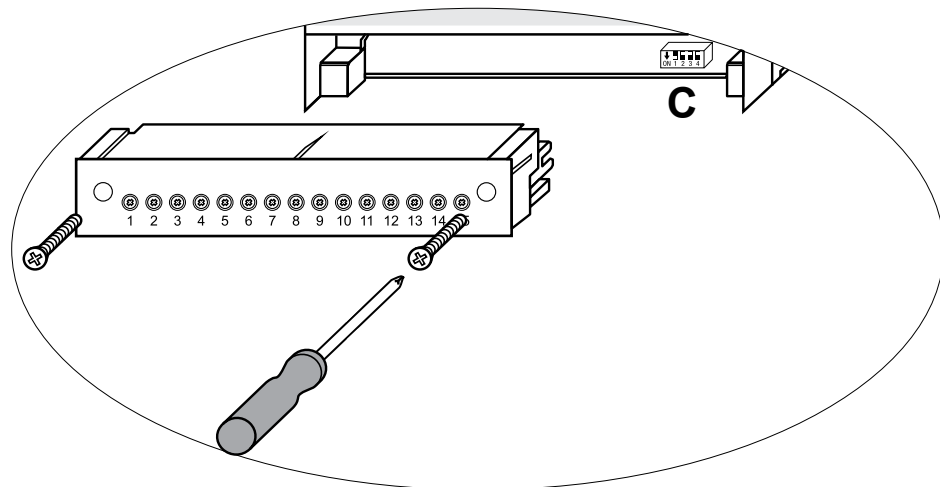

Рис. 12
См. рис. 12
- Нижняя клеммная колодка: открутите два винта как показано на рис. 12.